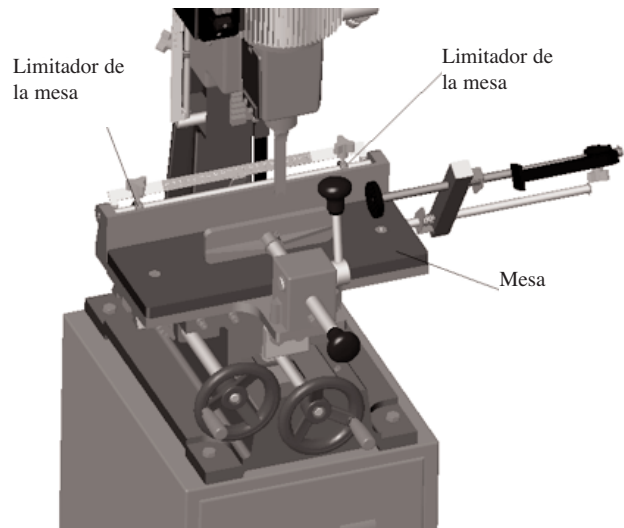

Figura 5
3. Ajuste los limitadores de la mesa, figura 5, de acuerdo con el largura de corte necesario, después apriete los tornillos de traba.